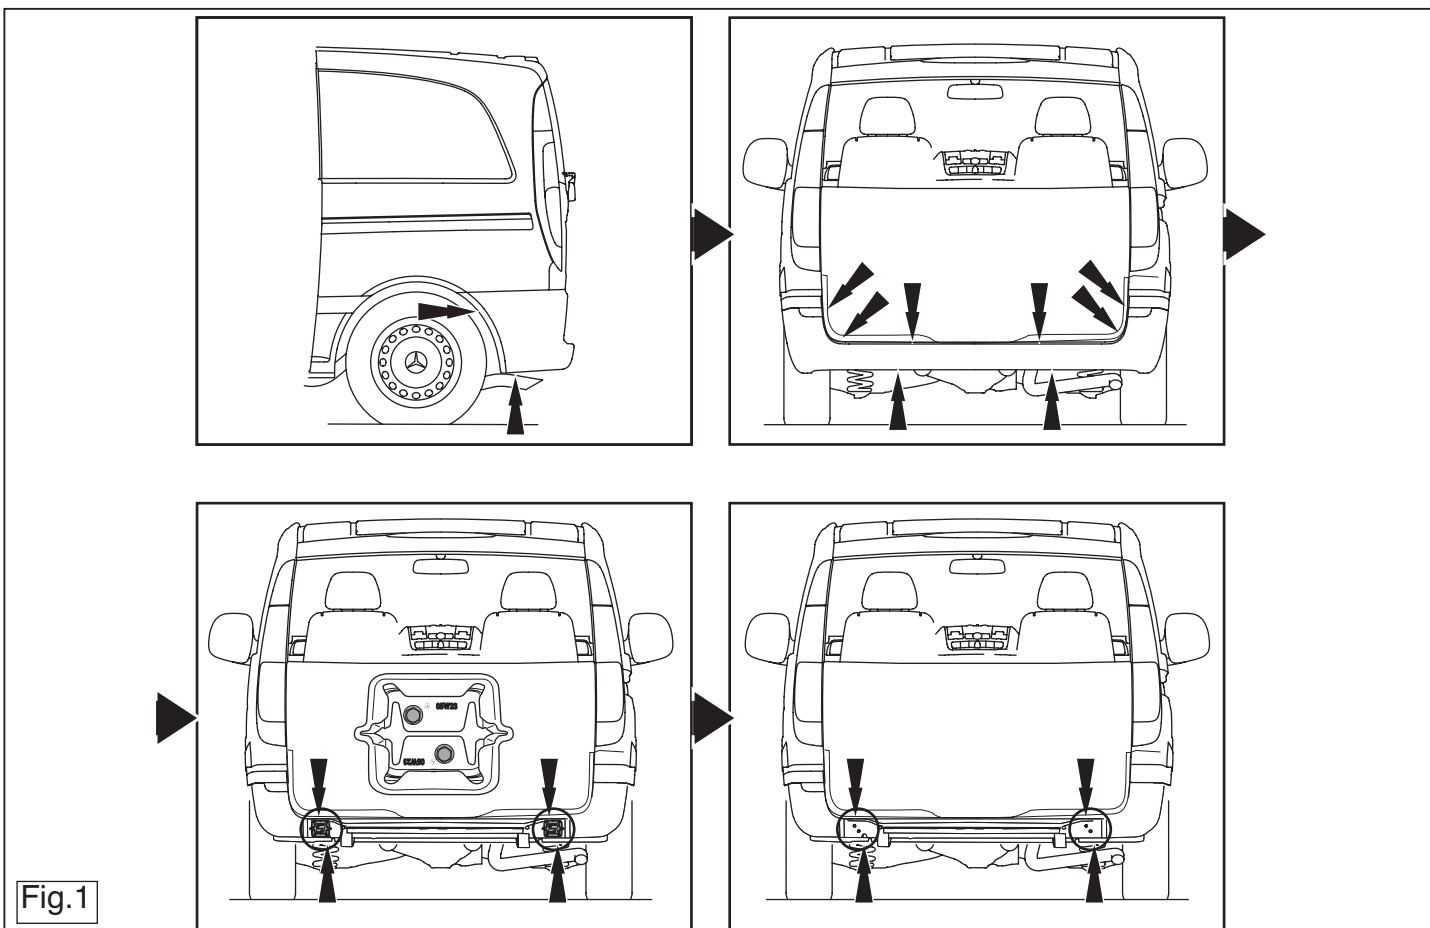

Fig.1
3. Die Stoßstange abmontieren (Siehe Abbildung 1).
4. Die Metallabdeckkappen links und rechts im Bereich des Chassisrahmes demontieren. Diese sind mit 4 Schrauben befestigt. Die Schrauben wieder anbringen. Die Abdeckkappen werden nicht mehr benötigt (Siehe Abbildung 1).
3. Démontez le pare-chocs (Voir la figure 1).
4. Démontez les panneaux de couverture métallique à gauche et à droite au niveau des longérons du châssis. Ils sont fixés avec 4 boulons. Remplacer les boulons. Les panneaux de couverture métallique ne seront pas remontés (Voir la figure 1).
3. Demonter kofangeren (Se fig. 1).
4. Afmonter metalhæterne til venstre og højre på chassivangerne. Disse er fastgjort med 4 bolte. Sæt boltene tilbage. Hæterne bliver overflødige (Se fig. 1).
3. Снять бампер (См. рисунок 1).